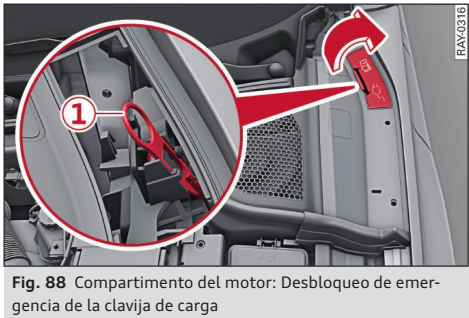

Fig. 88 Compartimento del motor: Desbloqueo de emergencia de la clavija de carga
- ▶ Abra la cubierta del compartimento del motor ⇒ *fig. 88*.
- ▶ Saque el asa amarilla ① del alojamiento y tire de la misma con cuidado ⇒ ②.